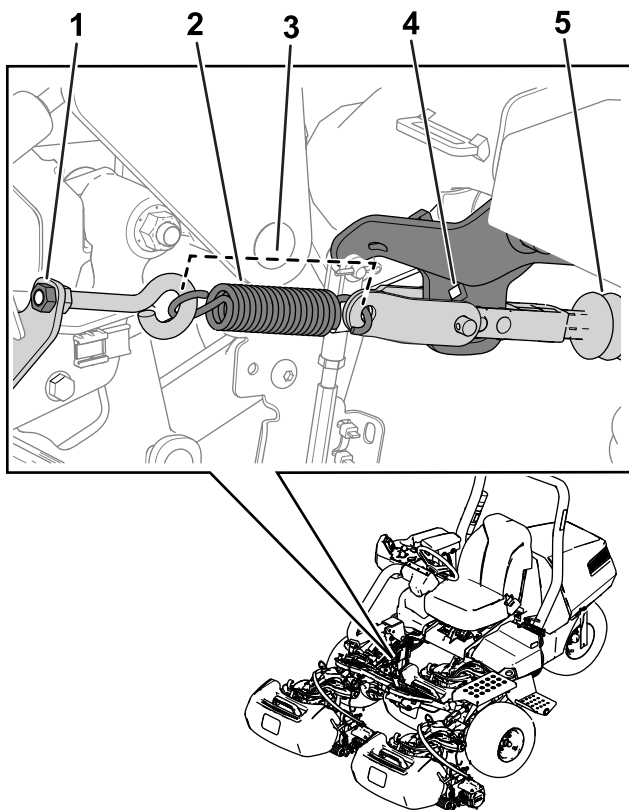

Figura 30
Nota: Consulte a Figura 30 para obter este procedimento.
5. Liberte a tensão da mola desapertando a porca que prende o parafuso com olhal ao suporte da mola (Figura 30).
3. Instale a mola como se mostra na Figura 30.
4. Aperte a porca com olhal de forma a que o comprimento da mola seja de 11,4 cm quando instalada (Figura 30).